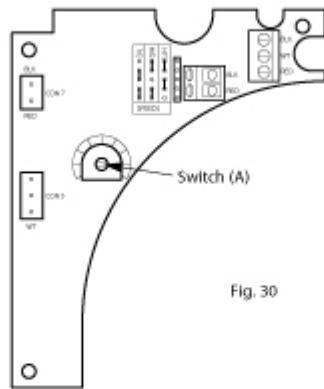
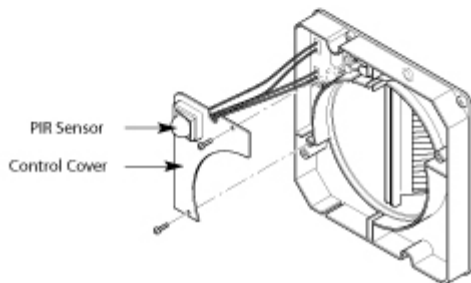

Fig. 30
Fig. 31
1. Les deux modes ont une minuterie de retardement adaptable (switch A entre 2 et 27 minutes) (fig30)
- a. Pour que l'unité fonctionne plus brièvement : Tourner le switch (A) vers la gauche
- b. Pour que l'unité fonctionne plus longtemps : Tourner le switch (A) vers la droite
2. Remonter la façade contrôle dans le sens inverse et selon l'ordre des fils (voir point 10). (fig31)